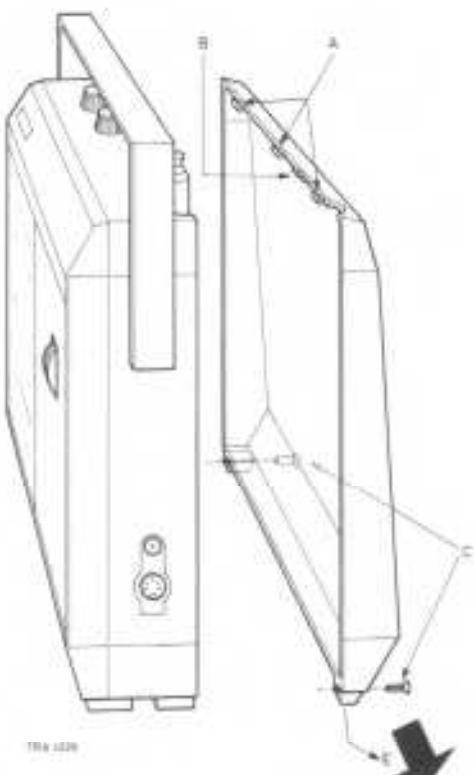

Fig. 1
GB 1. Removal of the rear panel (see Fig. 1)
1. Verwijderen van de achterwand (Zie Fig. 1)
1. Retrait du panneau arrière (voir fig. 1)
1. Entfernen der Rückwand (siehe Abb. 1)
1. Rimozione del pannello posteriore (vedi fig. 1)